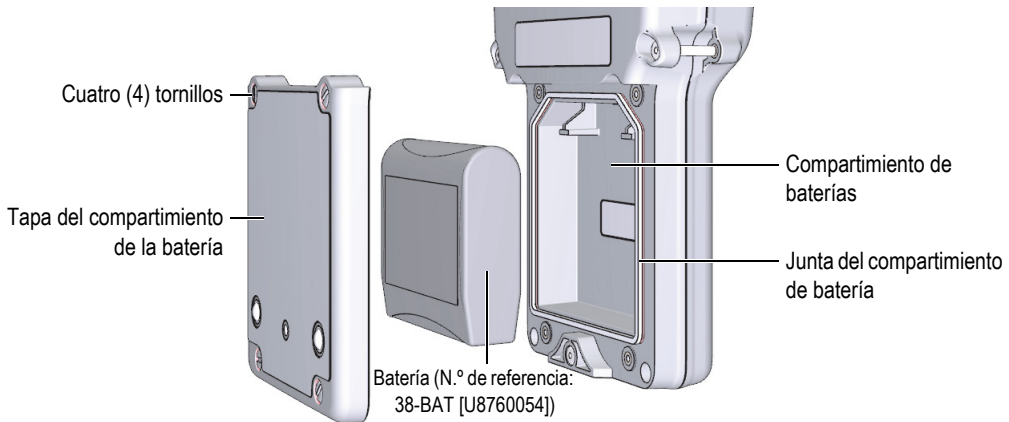

Figura 2-4 Apertura del compartimiento de baterías
La batería se encuentra ubicada en el compartimiento de baterías, que es accesible desde la parte posterior del instrumento 39DL PLUS (ver Figura 2-4 en la página 56).
6. En la parte posterior del instrumento, desatornille los cuatro tornillos de la tapa del compartimiento de baterías (ver Figura 2-4 en la página 56).